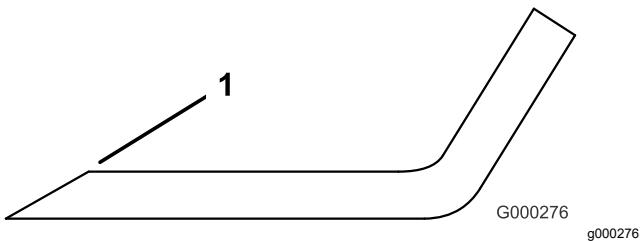

Figura 30
3. Inspeccione los filos de corte de todas las cuchillas. Afíle los filos de corte si están romos o tienen mellas. Afíle únicamente la parte superior del filo y mantenga el ángulo de corte original para asegurar un filo correcto (Figura 30). La cuchilla permanecerá equilibrada si se retira la misma cantidad de metal de ambos filos de corte.